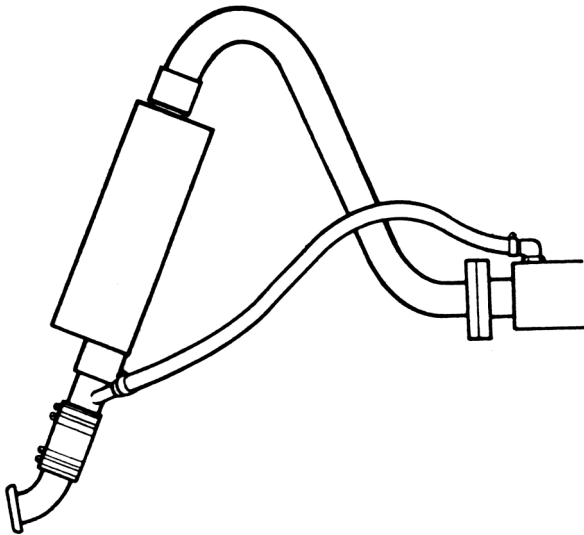

Fig 60.
6. Torr ljuddämpare Om torr ljuddämpare skall monteras kan detta utföras som fig 60 visar. Ljuddämparen placeras i avgasledningens sista del (efter kröken) och anslutes med en rörmuff (R 1 1/4") i var ända. Avgasledningen efter ljuddämparen bör utföras som våt ledning.
Kylvattnet leds genom en separat ledning (slang 16 mm, 5/8" inv diam) från sista kylmanteln, förbi ljuddämparen och anslutes till avgasledningen efter ljuddämparen. Se fig 60.